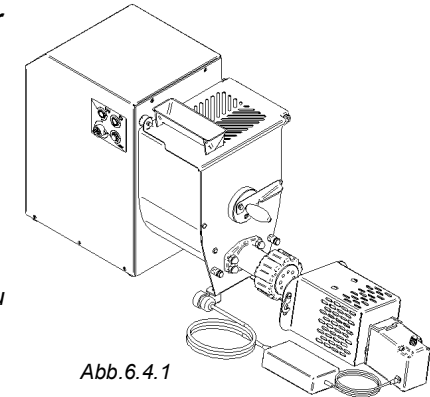

Abb. 6.4.1
- 1 Die Anwendung Teigschneider „1“ (Abb. 6.4.1) an den vorderen Zapfen der Nudelmaschine befestigen.
- 2 Den Stecker „2“ (Abb. 6.4.1) mit dem Anschluss „6“ (Abb. 3.1.1) verbinden.
- 4 Die Geschwindigkeit des Teigschneiders am Potentiometer „3“ (Abb. 6.4.1) einstellen, um die gewünschte Teiglänge zu schneiden.